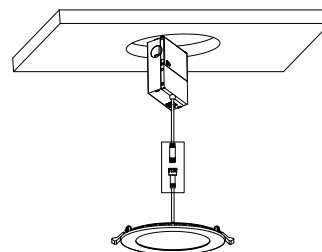

Fig. 3
10. Insérer le boîtier du pilote dans l'ouverture découpée (Fig. 3). Le boîtier du pilote doit être fixé aux montants, solives ou à une structure fixe similaire. Si une plaque de préinstallation optionnelle est utilisée, se référer à la page 3 pour les instructions.
11. Connecter le luminaire au boîtier du pilote en reliant les connecteurs mâle et femelle. Si un câble d'extension est utilisé, le connecter de la même façon (Fig. 3).